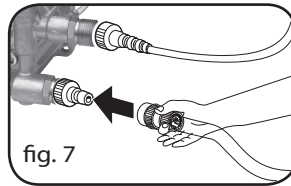

fig. 7
3. Collegare il tubo d'alimentazione acqua all'ingresso della pompa (Max. 1 MPa, temperatura max. 40° C) (fig.7).